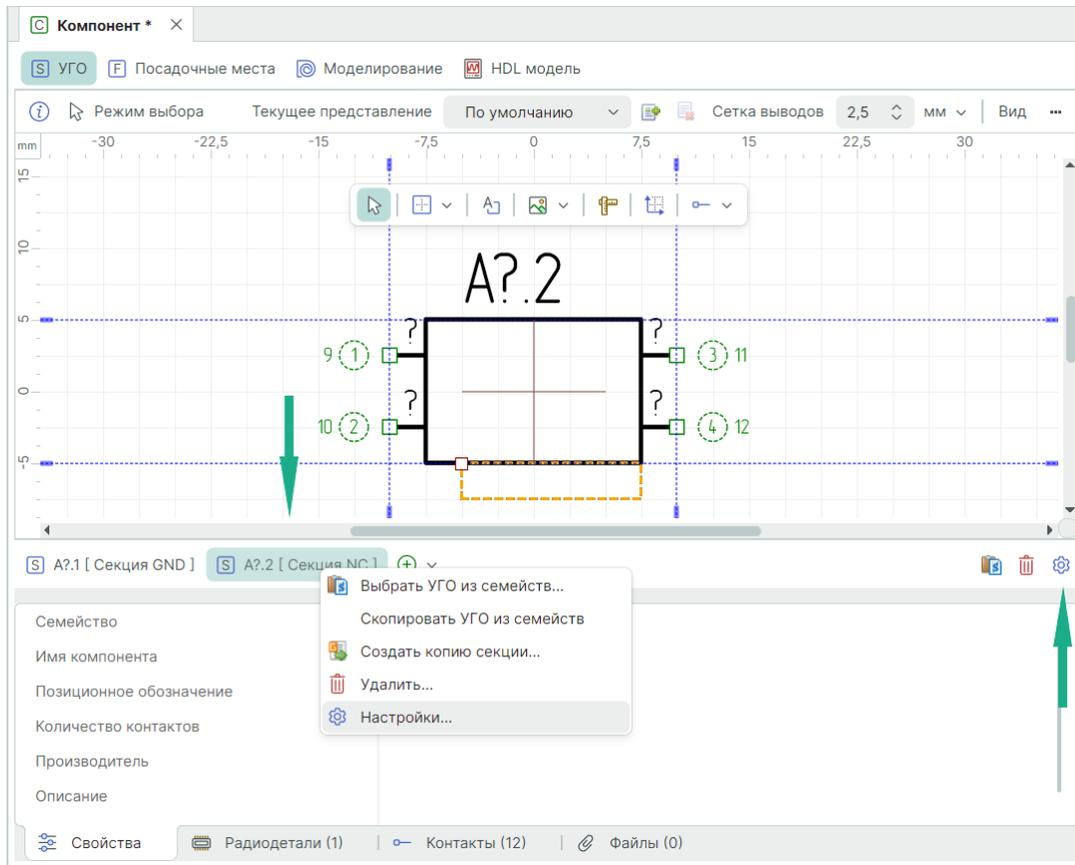

Рис. 228 Вызов настроек секций
1. Вызовите окно настроек из контекстного меню секции или с помощью символа , расположенного в правой части редактора, см. Рис. 228.